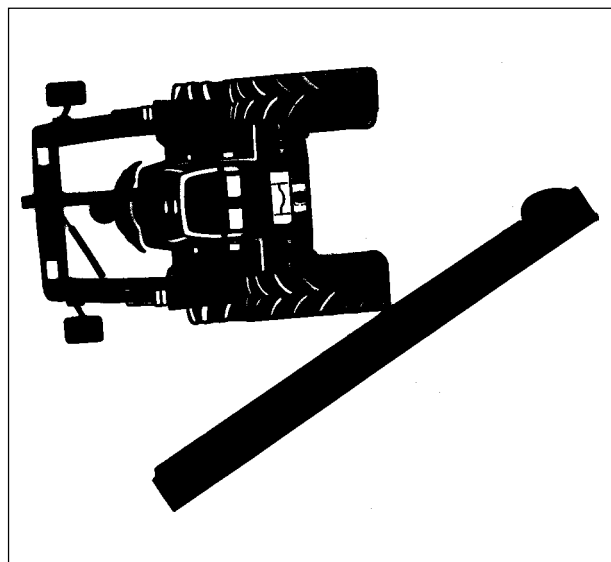

Fig. 1.12
- Evite, se for possível, atravessar terrenos inclinados ou barrancos íngremes. Se for obrigado a fazê-lo, evite buracos ou desniveis no lado a montante. Evite saliências, troncos, rochas ou zonas levantadas no lado a jusante (Fig. 1.12).